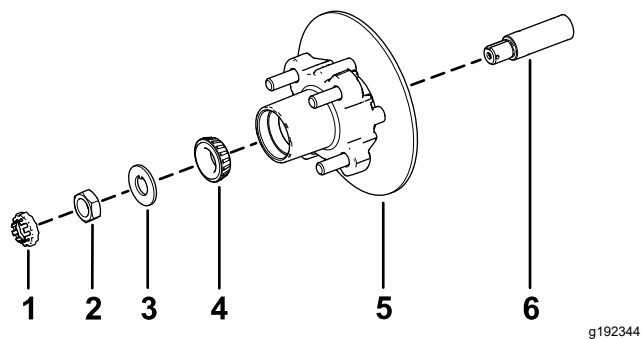

図 34
1. スピンドルに所定のグリスを薄く塗る 図 34。
2. ハブとロータをスピンドルに取り付ける。ロータを内側にする 図 34。
3. スピンドルに外側ベアリングを取り付けてレースにはめる 図 34。
4. スピンドルにタブワッシャを取り付ける 図 34。
5. スピンドルにスピンドルナットを取り付け、ハブを回してベアリングを着座させながらナットを $15 \text{ N}\cdot\text{m}$ $1.52 \text{ kg}\cdot\text{m}$ $= 11 \text{ ft}\cdot\text{lb}$ に締めつける 図 34。
2. ブレーキパッドをロータのそれぞれの側に合わせ 図 30、キャリパブラケットの穴と、スピンドルフレームのブレーキ取り付け部の穴を整列させる 図 34。